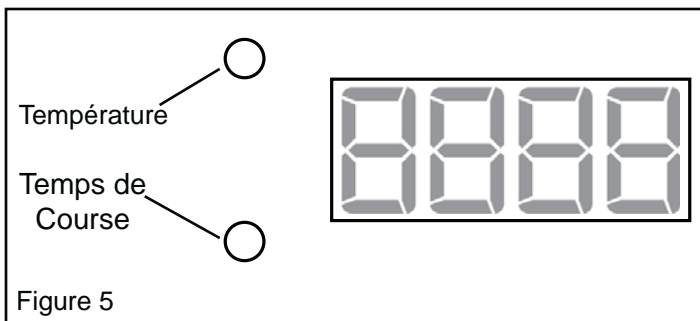

Figure 5
- L'affichage numérique indiquera la température de la pièce et la durée de fonctionnement de l'appareil.. (Voir figure 5)